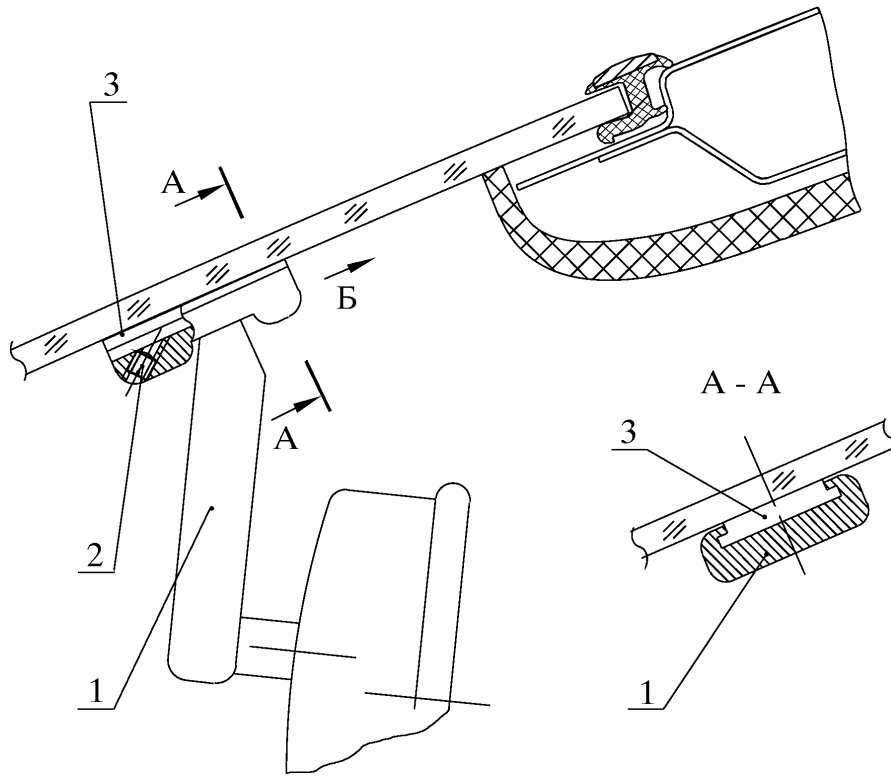

Рис. 3. Снятие зеркала заднего вида внутреннего:
**4.4. Снять зеркало заднего вида внутреннее** (рис. 3), ослабив стопорный винт 2 и сдвинув зеркало по стрелке Б, как показано на рис. 3